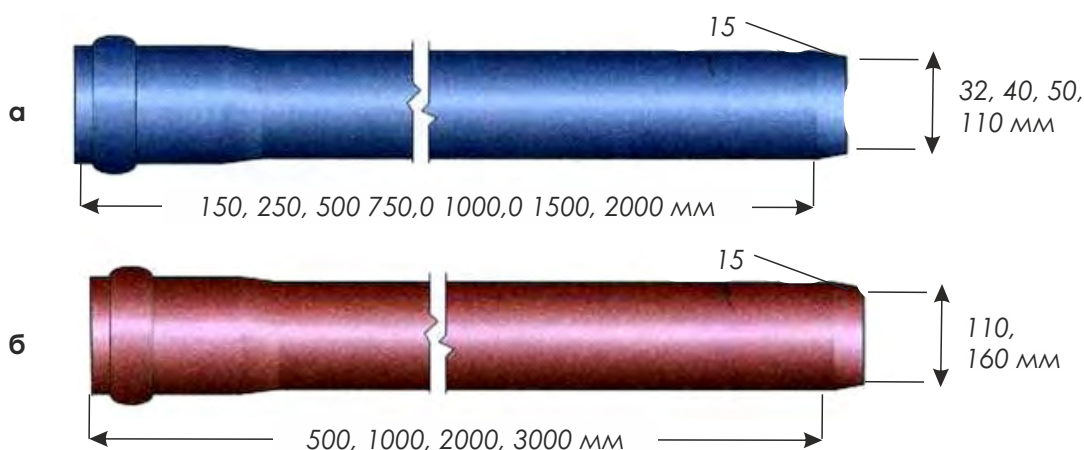

Рис. 27 - Каналізаційні труби:
Відповідно до стандарту на практиці в інженерних мережах для каналізації використовують наступні розміри ПВХ труб (рис. 27):
**Труби для зовнішньої каналізації** (рис. 27 б) - це важлива частина системи для скидання стоків.